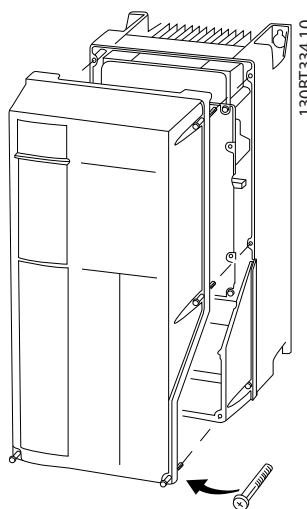

Bild 2.18 Åtkomst till styrkablar för A4-, A5-, B1-, B2-, C1- och C2-kapslingar
- Du kan också ta bort frontplåten genom att lossa fästskruvarna. Se *Bild 2.18*.